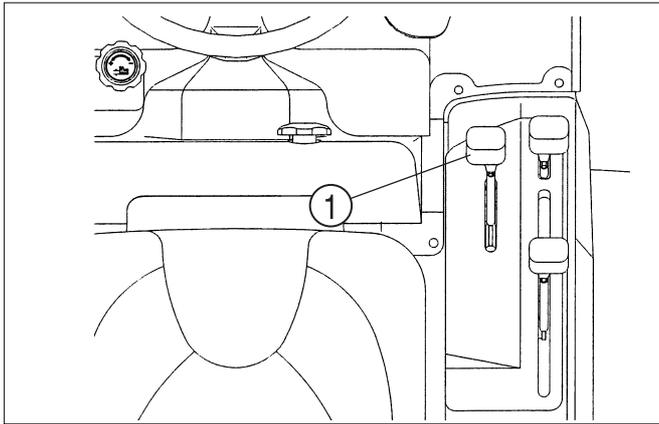

FIG. 25
**FIG. 25 :** Le levier de commande de position ①, ajuste la hauteur de l'attelage trois points à l'arrière du tracteur. Mettre le levier dans une certaine position va régler la hauteur en conséquence. La position entièrement relevée est celle où le levier est à fond vers l'arrière, et la position entièrement abaissée s'obtient avec le levier complètement vers l'avant.
**PRUDENCE :** Utilisez le levier de commande de position ①, pour accrocher ou décrocher l'outil.